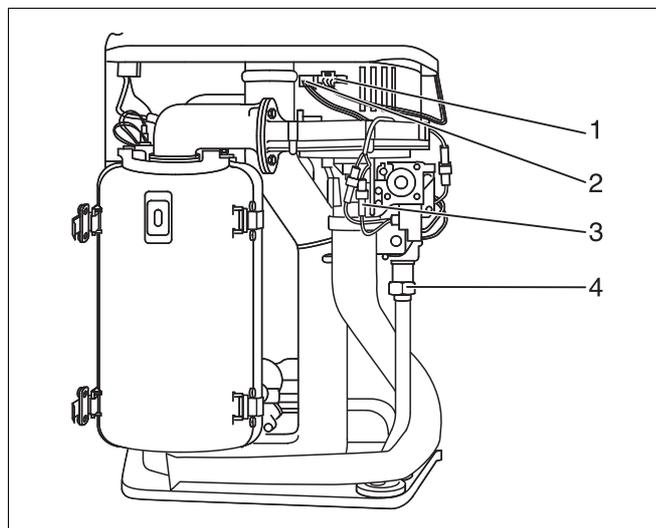

Abb. 34 Überwurfmutter lösen und Kabel abziehen
- Stecker von Stromversorgung Gebläse (Abb. 34, Pos. 1), Steuerleitung UBA am Gebläse (Abb. 34, Pos. 2) und Gasbrennerarmatur (Abb. 34, Pos. 3) lösen.
- Überwurfmutter an Gasarmatur lösen (Abb. 34, Pos. 4).